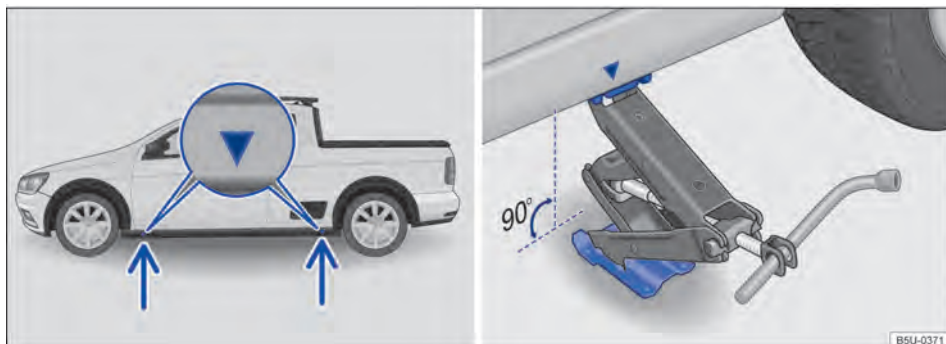

Fig. 170 Puntos de apoyo del gato y gato posicionado atrás en el lado izquierdo trasero del vehículo.
El gato únicamente puede ser posicionado en los puntos de apoyo indicados (marca en la carrocería) → fig. 170. Es válido el punto de apoyo ubicado próximo a la rueda correspondiente → ⚠️.
7. Buscar debajo del vehículo el punto de apoyo del gato → fig. 170 más próximo a la rueda que se debe cambiar.
9. Garantizar que la base del gato, con toda su superficie, esté sobre el piso y que la base se encuentre perpendicularmente por debajo del punto de colocación → fig. 170.
10. Alinear el gato y, simultáneamente, levantar la palanca del gato hasta que se encaje en el travesaño debajo del vehículo → fig. 170.
- Posicionar el gato únicamente en los puntos indicados. La palanca del gato debe encajarse en el perfil del larguero de forma segura → fig. 170.